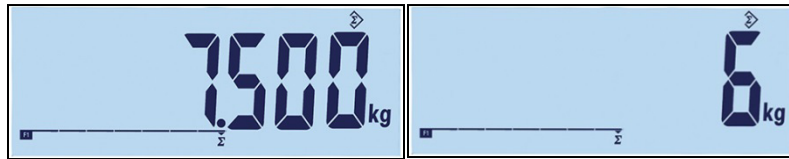

Figura 2-25: Simbolo di acquisizione valore
3. Premere e tenere premuto il tasto funzione per visualizzare il valore totale (Figura 2-25, sinistra). Notare che quando viene visualizzato il valore di conteggio o accumulazione, l'icona Accumulazione Σ lampeggia. Premere brevemente il tasto funzione per visualizzare "Conteggio" o numero di valori (Figura 2-25, destra). Ogni volta che si preme il tasto "accumulazione", il display cambia tra conteggio e somma.